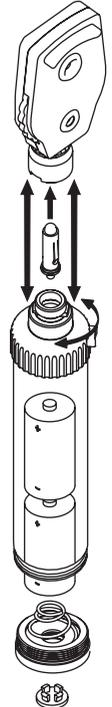

Fig. 2
Verificar periodicamente a condição da bateria, assegurando-se de que nenhum sinal de corrosão ou oxidação esteja presente, no caso de terem de ser substituídas, é altamente recomendável usar novas alcalinas. Para a substituição da bateria, ver fig.2.
Remover a cabeça do Oftalmoscópio conforme recomendado no procedimento de operação (Ver fig.2).
- b) Uma vez aberto, inserir as baterias com atenção para a direção dos pólos (ver fig.2).